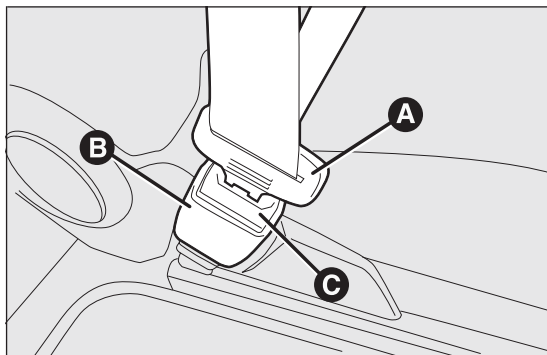

fig. 104
Per allacciare le cinture, impugnare la linguetta di aggancio A fig. 104 ed inserirla nella sede della fibbia B, fino a percepire lo scatto di blocco.
**Non premere il pulsante C fig. 104 durante la marcia.**